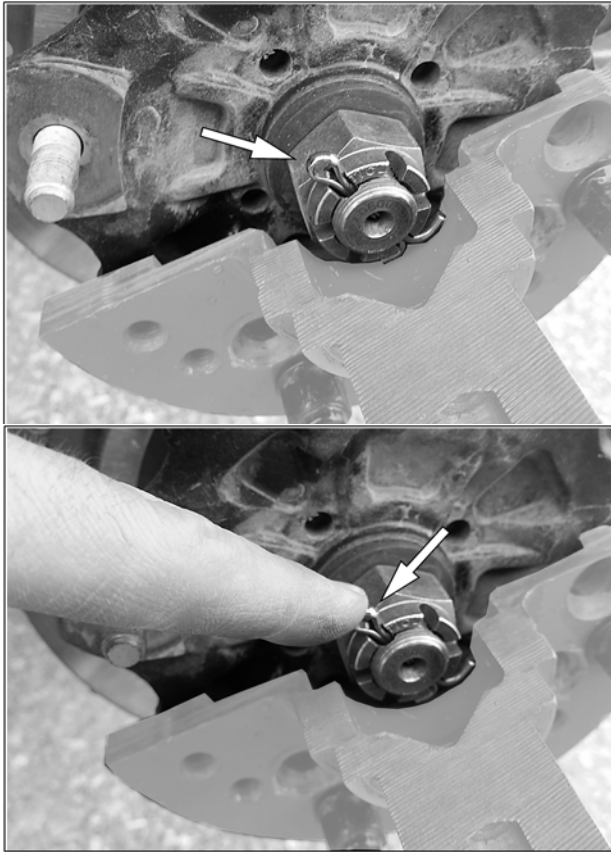

Fig. 8
8. Plier la tête de la goupille fendue vers l'écrou pour éviter toute interférence lors de l'assemblage du moyeu du système. Le moyeu du système de traction doit se positionner sans résistance au moyeu du véhicule. Voir la Fig. 8